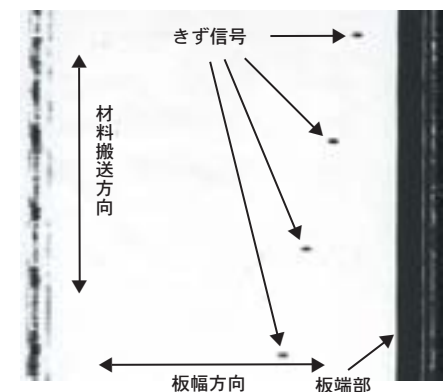

図4 超音波波形の可視化
- 5)得られた超音波波形を可視化することにより、きずの板幅方向の位置測定が可能となります(図4)。